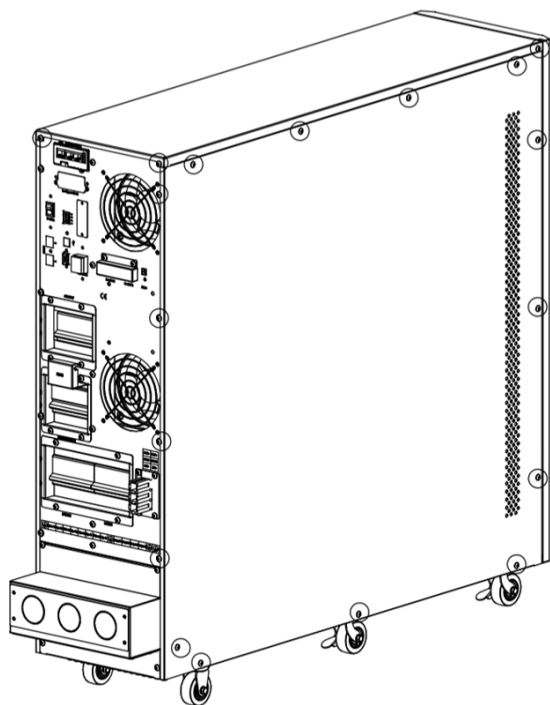

Figure 3-6 : Retirer les vis des plaques du haut, de droite et de gauche.
1. Retirer les vis encerclées sur la Figure 3-6.